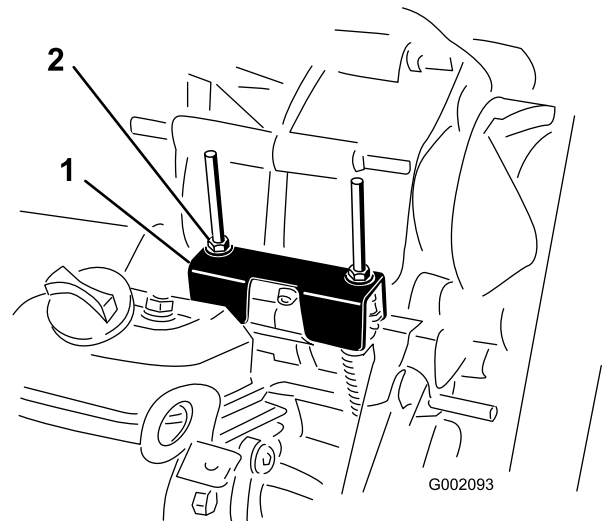

Figure 64
Lors des entretiens courants et/ou des diagnostics du moteur, vous devez placer la boîte-pont au POINT MORT (Figure 64). La position POINT MORT de l'inverseur de marche commande le point mort de la boîte-pont. Procédez comme suit pour vérifier
2. Vérifiez que la patte de réglage du point mort est à la position POINT MORT (au même niveau que le support de fixation du câble situé sous la patte d'inversion de marche) en tournant l'embrayage (Figure 64).
3. Tournez un des contre-écrous (Figure 64) pour obtenir un espace de 0,762 à 1,524 mm entre le bas de l'écrou/la rondelle et la patte de réglage du point mort.